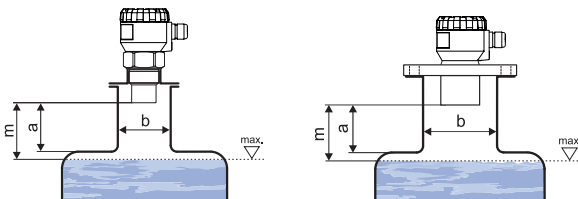

Abb. 4: Empfohlene Installation des Füllstandsmessers ULM-70 im tank
- Greift der maximale Füllstand im Tank in die tote Zone ein, ist der Füllstandsmesser in einen höheren **Stutzen** zu montieren. Auf diese Weise kann der Behälter nahezu in seine Maximalhöhe gefüllt werden. Die Innenoberfläche des Aufnehmers muss eben und glatt sein (ohne Kanten und Schweißnähte), die Innenkante des Stutzens, wo die Ultraschallwelle das Rohr verlässt, sollte abgerundet sein. Der Stutzendurchmesser ist möglichst groß und die Stutzhöhe möglichst klein zu wählen (siehe Abb. 4).
- Wird der Füllstandsmesser in engen Stutzen und an Stellen mit Hindernissen installiert, oder in der Nähe von unebenen Wänden sowie im Einfüllbereich, wo das Sendesignal verzerrt wird, ist die Verwendung eines Leitrohrs (Schalleiter) empfohlen. Das Rohr muss aus einem Material mit glatter Innenoberfläche gefertigt sein (siehe Abb. 12a, 12b). Das Rohr muss Mindestdurchmesser „b“ gem. Abb. 4 auf Seite 5 haben. Nach der Installation ist die Prozedur „TEACHEN“ durchzuführen. Es wird empfohlen, die Konstruktion des Leitrohrs mit dem Hersteller abzusprechen.